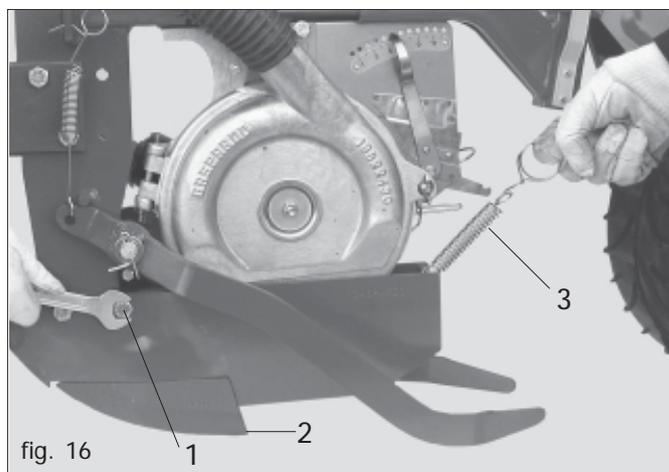

fig. 16
- 2) Enlever la vis antirebond éventuelle (1 Figure 16);